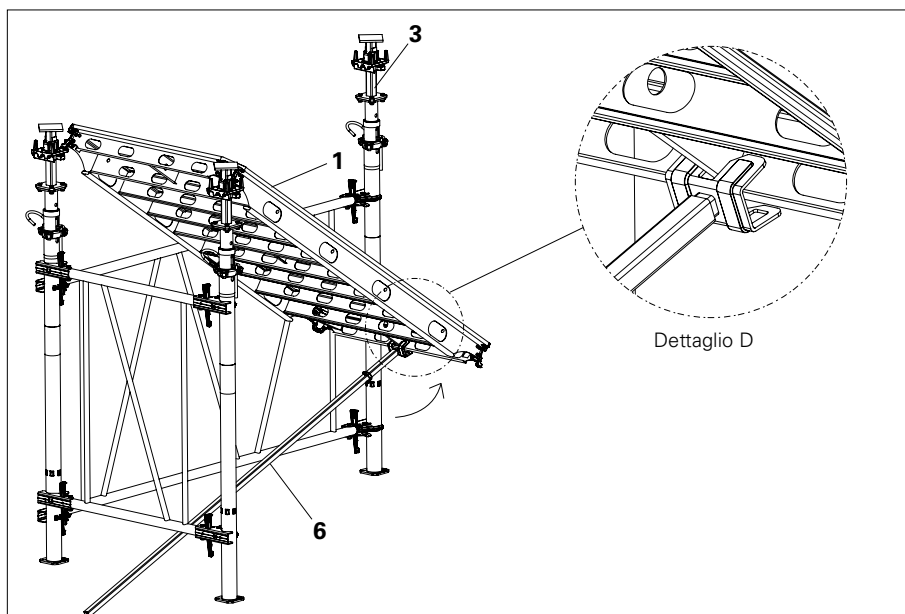

Fig. A5.03
6. Ruotare il pannello ADP (1) verso l'alto con l'ausilio per cassaforma (6) e agganciarlo sul terzo puntello (3). (Fig. A5.03).